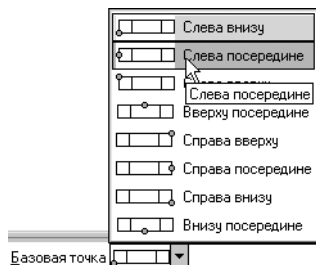

Рис. 38.2.
2. Из раскрывающегося списка **Базовая точка** на Панели свойств выберите вариант **Слева посередине** (рис. 38.2).